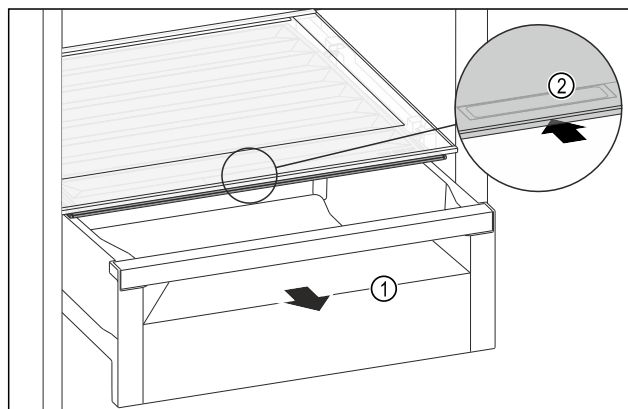

Fig. 138
- Zásuvku Fig. 138 (1) vytáhněte.
- Uchopte prohlubeň pro rukojeť Fig. 138 (2) na víku zásuvky a současně zasuňte víko zásuvky směrem dozadu.